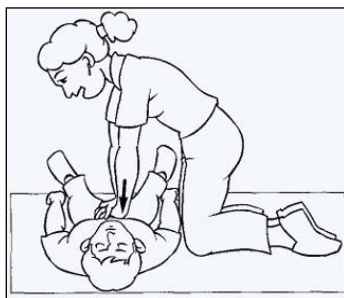

Figura 3: reanimación
- **Si la víctima no tiene pulso ni respiración** comenzar la maniobra de reanimación. Localizar el reborde costal y la punta inferior del esternón. Hecho esto, medir dos dedos por encima de éste y llevar a cabo 15 compresiones torácicas por cada dos ventilaciones haciendo uso del talón de una mano con los dedos entrelazados y levantados (Figura 3).